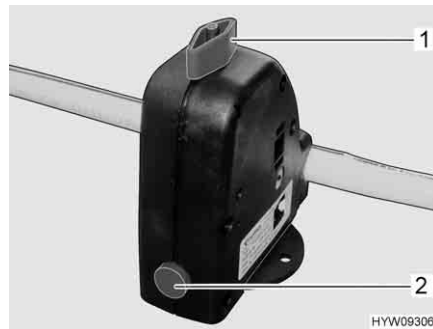

Fig. 108 Valvola di sicurezza/di scarico del boiler
- Chiudere la valvola di sicurezza/di scarico. A tal fine ruotare la manopola (Fig. 108,1) verticalmente rispetto alla valvola di sicurezza/di scarico e premere verso l'interno il bottone automatico (Fig. 108,2).
- Aprire la valvola di sicurezza/di scarico. A tal fine ruotare la manopola (Fig. 108,1) nel senso della lunghezza della valvola di sicurezza/di scarico. Il bottone automatico (Fig. 108,2) scatta all'infuori. Il boiler viene svuotato verso l'esterno tramite la valvola di sicurezza/di scarico.